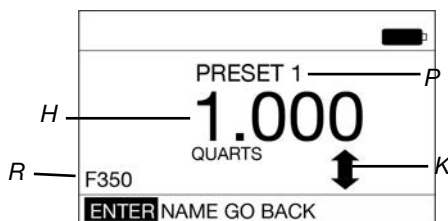

图 46
2. 会显示图 46 中所示的屏幕。
- P 预设标题** - 指示要设置的预设选项。图 46 中的示例显示 PRESET1。这意味着您正在设置列表中 PRESET1 的预设参数。
- R 名称** - 有关预设的其他信息，例如发动机类型或车辆品牌 / 型号、流体类型等。图 46 中的示例中，PRESET1 的“名称”字段显示 F350。
确保 ENTER 在显示屏左下角高亮显示 (图 46)。
1. 使用键盘上的向上或向下箭头按钮增加或减少预设量 (图 46)。
1. 使用键盘上的向右箭头高亮显示名称 (图 46)。按下键盘中间的 ENTER 按钮以选择名称。